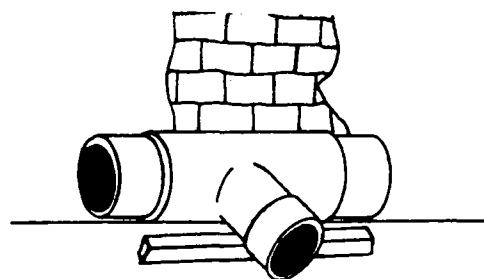

FIG. 9
8.º Passo – Coloque o tê sobre calços e contra uma parede ou estaca (fig. 9).